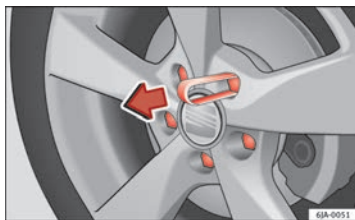

Fig. 127 Extrair a tampa do parafuso da roda
- Aplique o grampo de plástico na tampa até que os entalhes de retenção interiores do grampo toquem no casquilho da tampa e remova-a ⇒ Fig. 127.